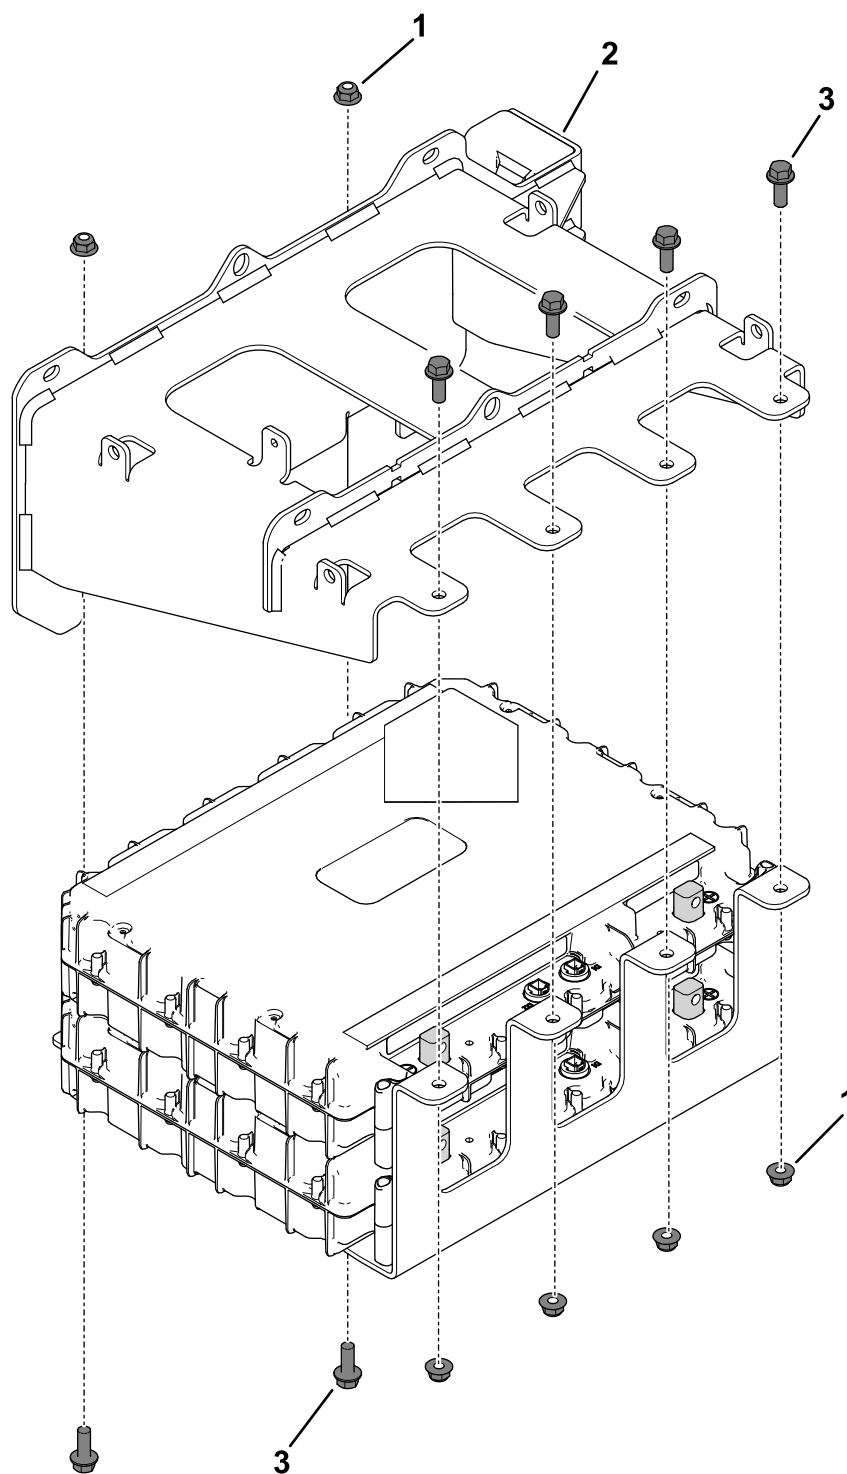

Figur 20
4. Montera dekalen för modell 04593 på den nedre monteringsplattan enligt Figur 20.